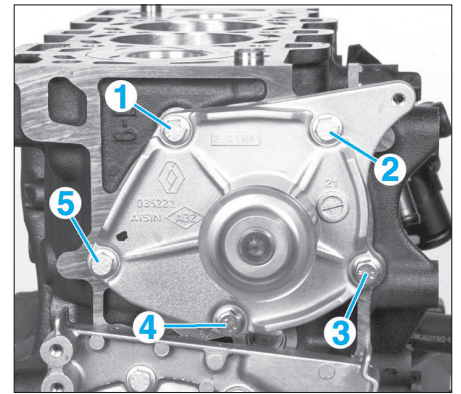

Fig. 34
- Mettre en place la pompe à eau munie d'un joint neuf dans le bloc-cylindres et serrer ses vis de fixation au couple et dans l'ordre prescrits (Fig.34), après avoir appliqué sur leur filetage une goutte de produit frein filet moyen et étanche (par exemple Loctite Frenétanch).